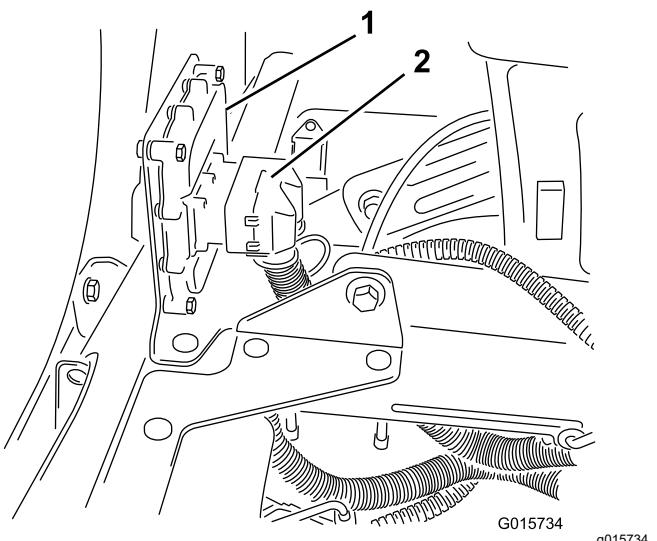

図 33
2. ソニックブーム用のワイヤハーネスの 50 ソケットコネクタを、電子コントローラの 50 ピンコネクタに接続し、コネクタ同士をソケットヘッドねじで固定する図33。